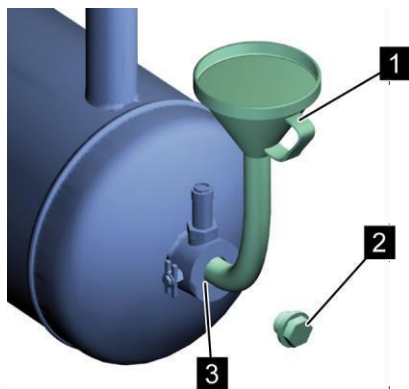

Рис. 37: Заливной штуцер (винтовой компрессор с частотным преобразователем)
8. При помощи воронки (Рис. 37/1) залейте охлаждающую жидкость до заливной кромки заливного штуцера (Рис. 37/3).
10. Вставьте резьбовую пробку наливного отверстия (Рис. 37/2) и затяните ее ⇨ Приложение В «Моменты затяжки винтов» на странице 119.